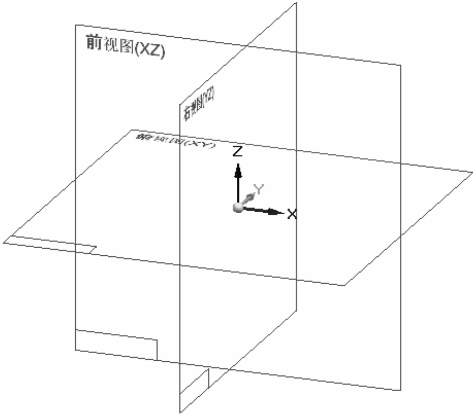

图 6-127 基本参考平面
(1) 在左侧的命令树下单击  基本参考平面 前面的对号可以打开基本参考平面，如图 6-127 所示。